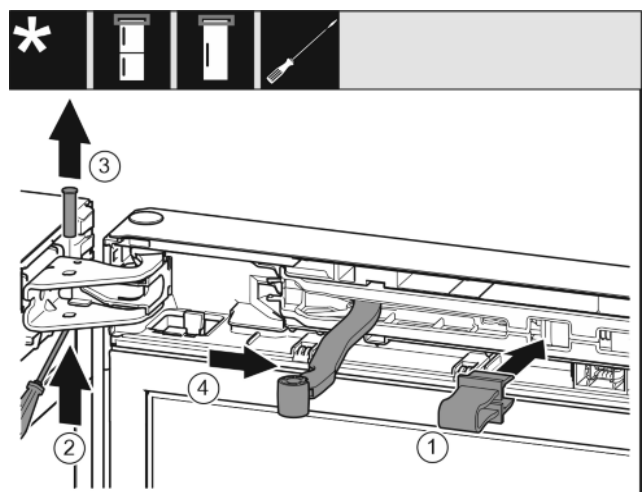

Fig. 7
- ▶ Зафиксируйте предохранитель в отверстии. Fig. 7 (1)
- ▶ Выкрутите палец при помощи отвертки. Fig. 7 (2)
- ▶ Извлеките палец движением вверх. Fig. 7 (3)
- ▶ Поверните шарнир в направлении двери. Fig. 7 (4)